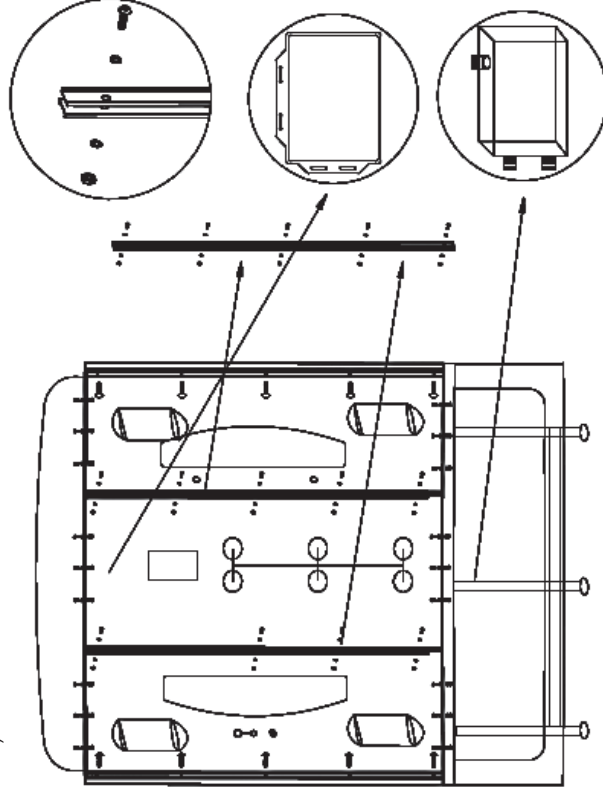

Abb. 4
6. Тренируйте на Dichtungsschicht auf den Wannrand(Es kann jede Silikonichtung der entsprechenden ph-Neutralität, Farbfreiheit und Schimmelschutzes verwendet werden) und montieren Sie die Teile der hinteren Acrylwand am Wannrand. Ziehen Sie die Teile der hinteren Wand mit den selbstschneidenden Schrauben über die Alu-Platten fest. Schrauben Sie Befestigungsübcher und befestigen Sie die hintere Acrylwand und den Wannrand mit den Bolzen. (Abb. 4).